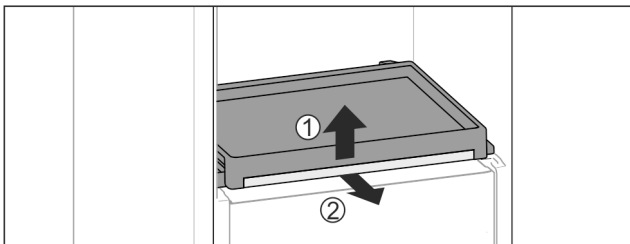

Fig. 42
- ▶ Вынуть выдвижную панель со стеклянной панелью: Слегка приподнимите спереди стеклянную полку Fig. 42 (1) и потяните вперед Fig. 42 (2).